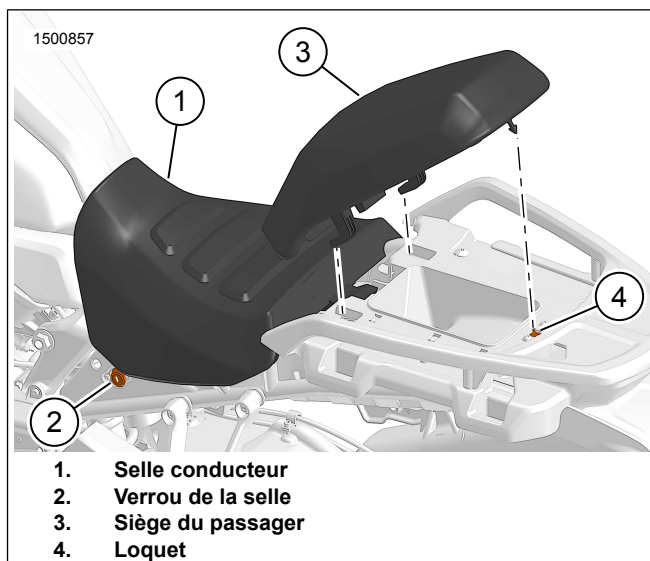

Figure 2. Siège passager
1. Figure 2 Insérer la clé dans la serrure de la selle (2).
2. Tourner la clé pour libérer le loquet (4).
3. Soulever puis reculer le siège passager (3) pour enlever.
4. Soulever puis reculer sur l'arrière de la selle du pilote (1) pour enlever.
- a. **Position basse** : s'assurer que les patins (3) reposent sur des tubes du cadre (4).
- b. **Position haute** : s'assurer que les montants de la selle (1) sont dans les supports (2).
3. Figure 2 Engager les languettes du siège passager (3) dans les fentes du support de la selle.